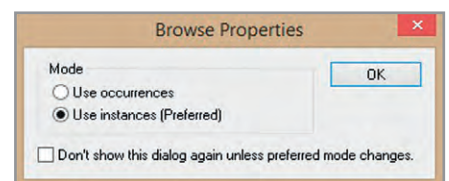

Рис. 6. Выбор режима просмотра свойств Instances
2. В следующем окне соглашаемся с предложенным вариантом (для получения дополнительной информации по свойствам Instances и Occurrences можно обратиться к OrCAD Capture User Guide (см. рис. 6)).